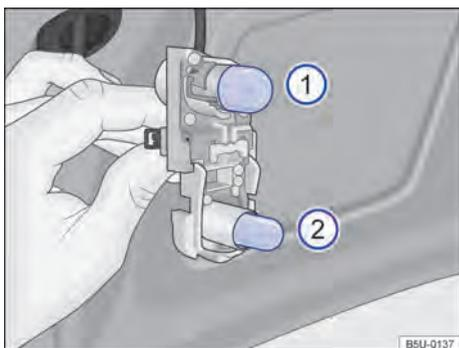

Fig. 158 No suporte das lâmpadas: localização das lâmpadas.
- ⑤ Para remover a lâmpada incandescente queimada **1** → Fig. 158, pressionar a lâmpada contra o suporte e girar, ao mesmo tempo, no sentido anti-horário.
- ⑥ Para remover a lâmpada incandescente queimada **2** → Fig. 158, puxar a lâmpada do suporte para removê-la.
- ⑦ Substituir a lâmpada incandescente queimada por uma lâmpada incandescente nova do mesmo modelo.
- ⑧ Para inserir a lâmpada nova **1** no suporte, pressionar a lâmpada e girar, ao mesmo tempo, no sentido horário, até o batente.
A localização e a identificação das lâmpadas incandescentes → Fig. 158 estão relacionadas a seguir: